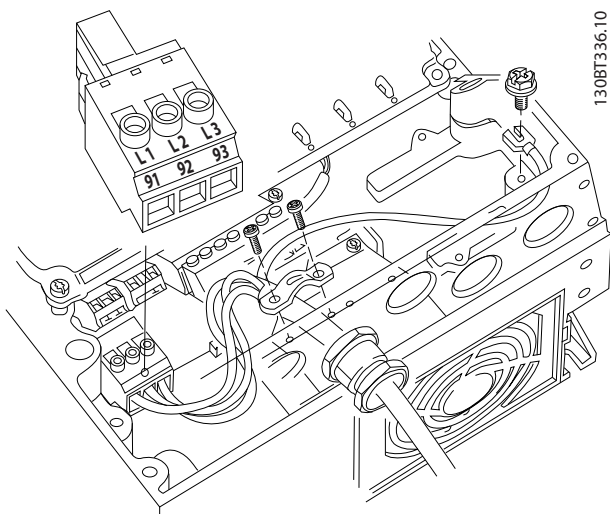

Bild 4.9 Anslutning till nätet (växelström)
1. Anslut 3-fas växelströmskablar till plint L1, L2 och L3 (se *Bild 4.9*).